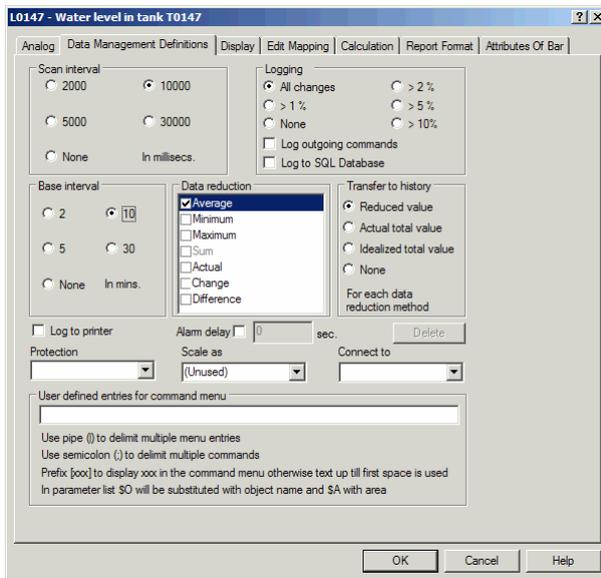

Рис. 3.40. На закладке **Data Management Definitions** определяются параметры сбора данных.
4. Выберите закладку **Data Management Definitions** и проделайте подборы, как показано на рис. 3.40.